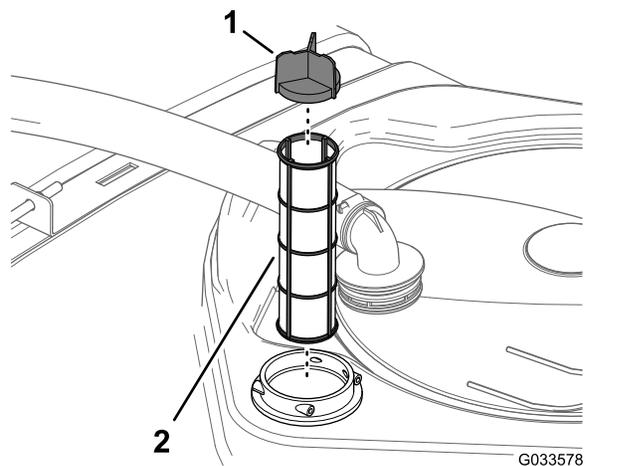

Figura 96
4. Retire o filtro de sucção antigo da estrutura do filtro no depósito (Figura 96).